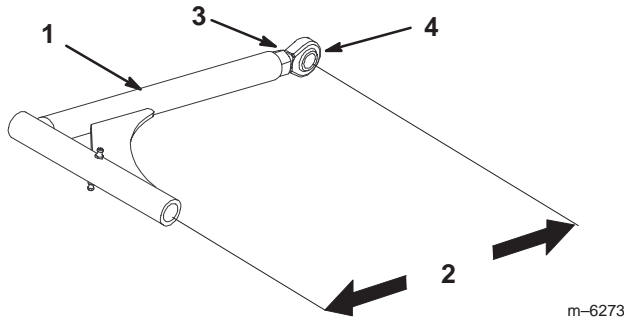

Figure 69
- Si la poulie de renvoi fixe touche l'extrémité de la fente de réglage et si la courroie a besoin d'être tendue davantage, il est possible de modifier légèrement la longueur des bras de poussée (Fig. 69).